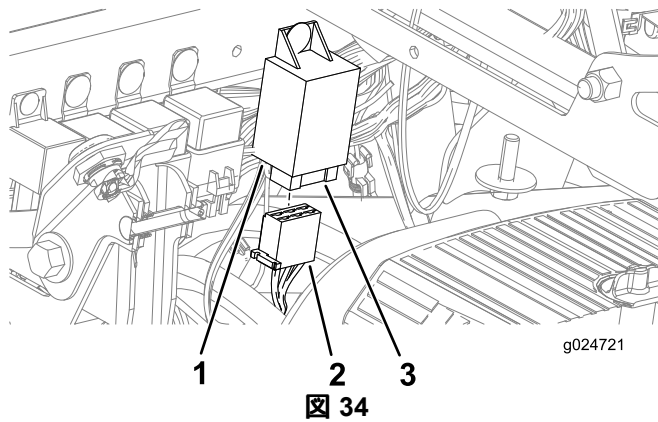

図 34
1. ワイヤハーネスについている6口のコネクタを、フラッシュモジュールの6枚ブレードコネクタに接続できるように配設する(図34)。